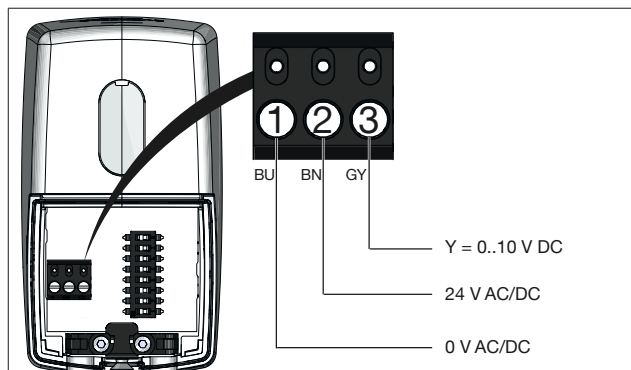

Fig. 6 : Disposition des raccordements - réglage progressif
- Établir l'alimentation électrique selon la disposition souhaitée sur la Fig. 6 en page 9 à la Fig. 8 en page 10.